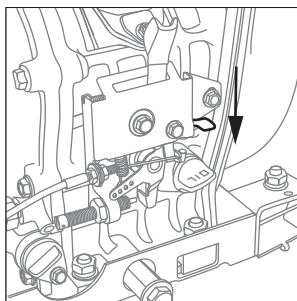

Рис. 12
**В аварийной ситуации для остановки двигателя генератора переведите выключатель двигателя в положение «СТОП» (рис. 12).**
4. Переведите рычаг регулятора в положение «СТОП» (рис. 12).